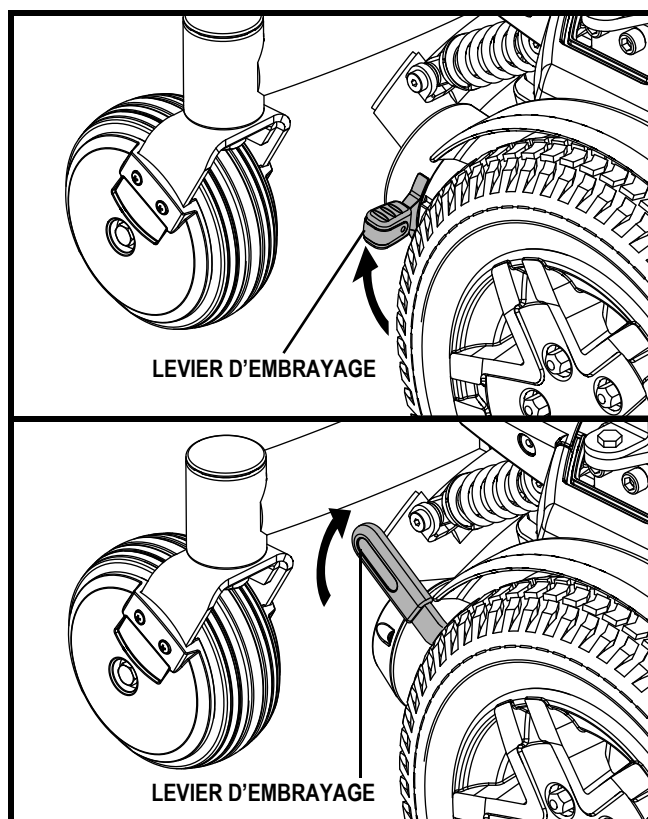

Figure 5. Mode de traction (embrayé)
2. Tirez sur les deux leviers pour embrayer les moteurs et passer en mode de fonctionnement. Voir la figure 5.